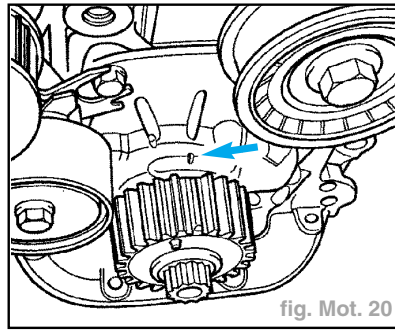

fig. Mot. 20
- Amener le vilebrequin au PMH du cylindre 1. La dent chanfreinée doit coïncider avec le repère de la pompe à huile (fig. Mot. 20).